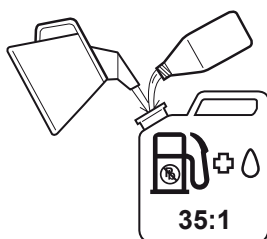

Fig. 1
- > Mélangez une essence ordinaire sans plomb et une huile pour moteur de bonne qualité pour moteurs à 2 temps refroidis à l'air, dans un récipient adapté (Fig. 1).